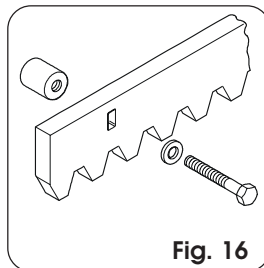

Fig. 16
4.4.2. CREMAGLIERA DI ACCIAIO AD AVVITARE (Fig. 16)
- 5) Accostare un altro elemento di cremagliera al precedente utilizzando, per mettere in fase la dentatura dei due elementi, un pezzo di cremagliera come indicato in Fig. 16.